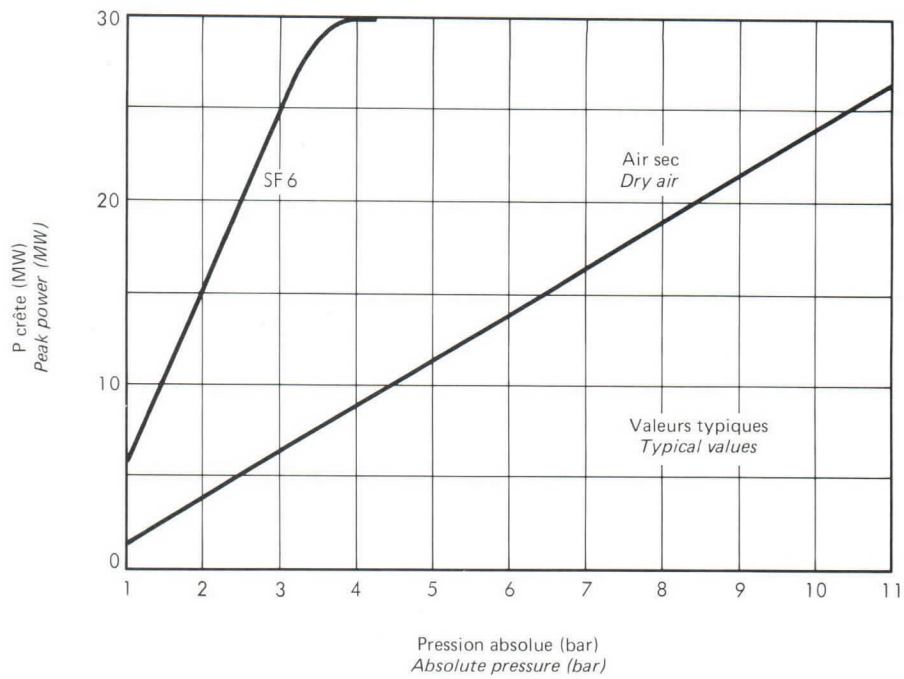

Figure 1 - Puissance crête en fonction de la pressurisation.
- Pressuriser le guide selon la puissance à dissiper (voir courbes - Figure 1).
8. *Pressurize the waveguide according to the anticipated power dissipation (see Fig. 1). The water load is ready to operate.*
Les valeurs typiques de puissance atteintes en fonctionnement permanent sont indiquées en fonction de la pressurisation à l'air sec et au Fréon par la Figure 1.
The typical power values attained in continuous operation as a function of the dry-air or Freon pressurization are given by the curves in Figure 1.